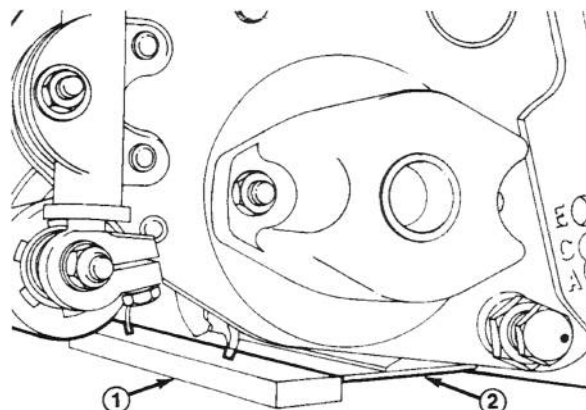
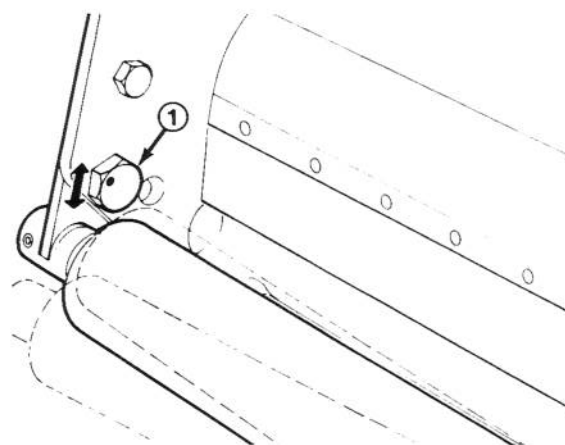

Figure 5
Figure 6
6. Placez une cale d'une épaisseur minimum de 6 mm sous les lames du tambour et contre la face avant du contre-couteau (Fig.5).
- Note:** Vérifiez que la plaque recouvre la longueur entière des lames du tambour et que (3) lames sont en contact avec la plaque.
7. Tout en maintenant fermement le tambour sur la plaque, équilibrez le rouleau en faisant tourner le boulon du pivot inférieur gauche du rouleau. Le boulon du pivot dispose d'un filetage décentré qui agit comme une came lorsqu'on le fait tourner et permet de lever ou de baisser le rouleau. Sur la tête du boulon, il y a un point d'identification (Fig.6) qui indique le décentrage du boulon. Ce point indique dans quelle direction l'extrémité gauche du rouleau se déplace lorsque le boulon est tourné.